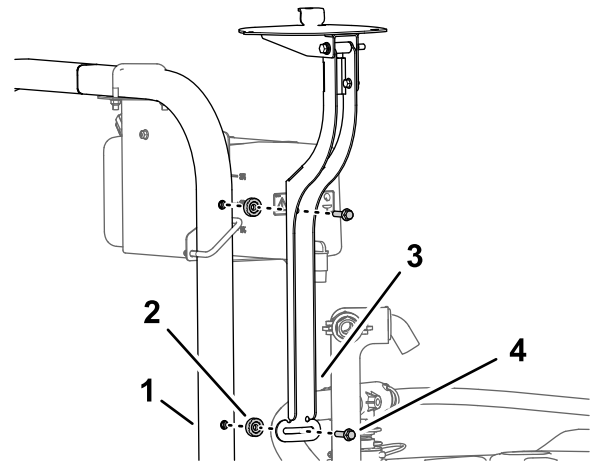

Figura 156
1. Instale a montagem do recetor e o espaçador ($\frac{3}{8}$ pol. x $\frac{7}{16}$ pol.) na barra de segurança com o parafuso de cabeça flangeada ($\frac{3}{8}$ pol. x $1\frac{1}{2}$ pol.) como se mostra na Figura 156.